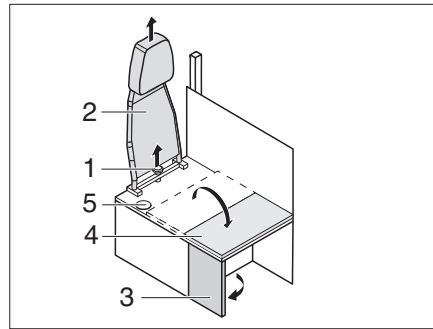

Bild 202 Umbau Fahrbetrieb - Wohnbetrieb
- Sternschraube (Bild 202,1) abschrauben und Rückenlehne (Bild 202,2) nach oben abnehmen.
- Seitenwand (Bild 202,3) ausklappen.
- Sitzbankverlängerung (Bild 202,4) auf die Seitenwand klappen.
- ▷ Beim Umbau vom Wohnbetrieb zum Fahrbetrieb in umgekehrter Reihenfolge verfahren. Darauf achten, dass der Sicherheitsgurt durch die Öffnung (Bild 202,5) geführt wird.